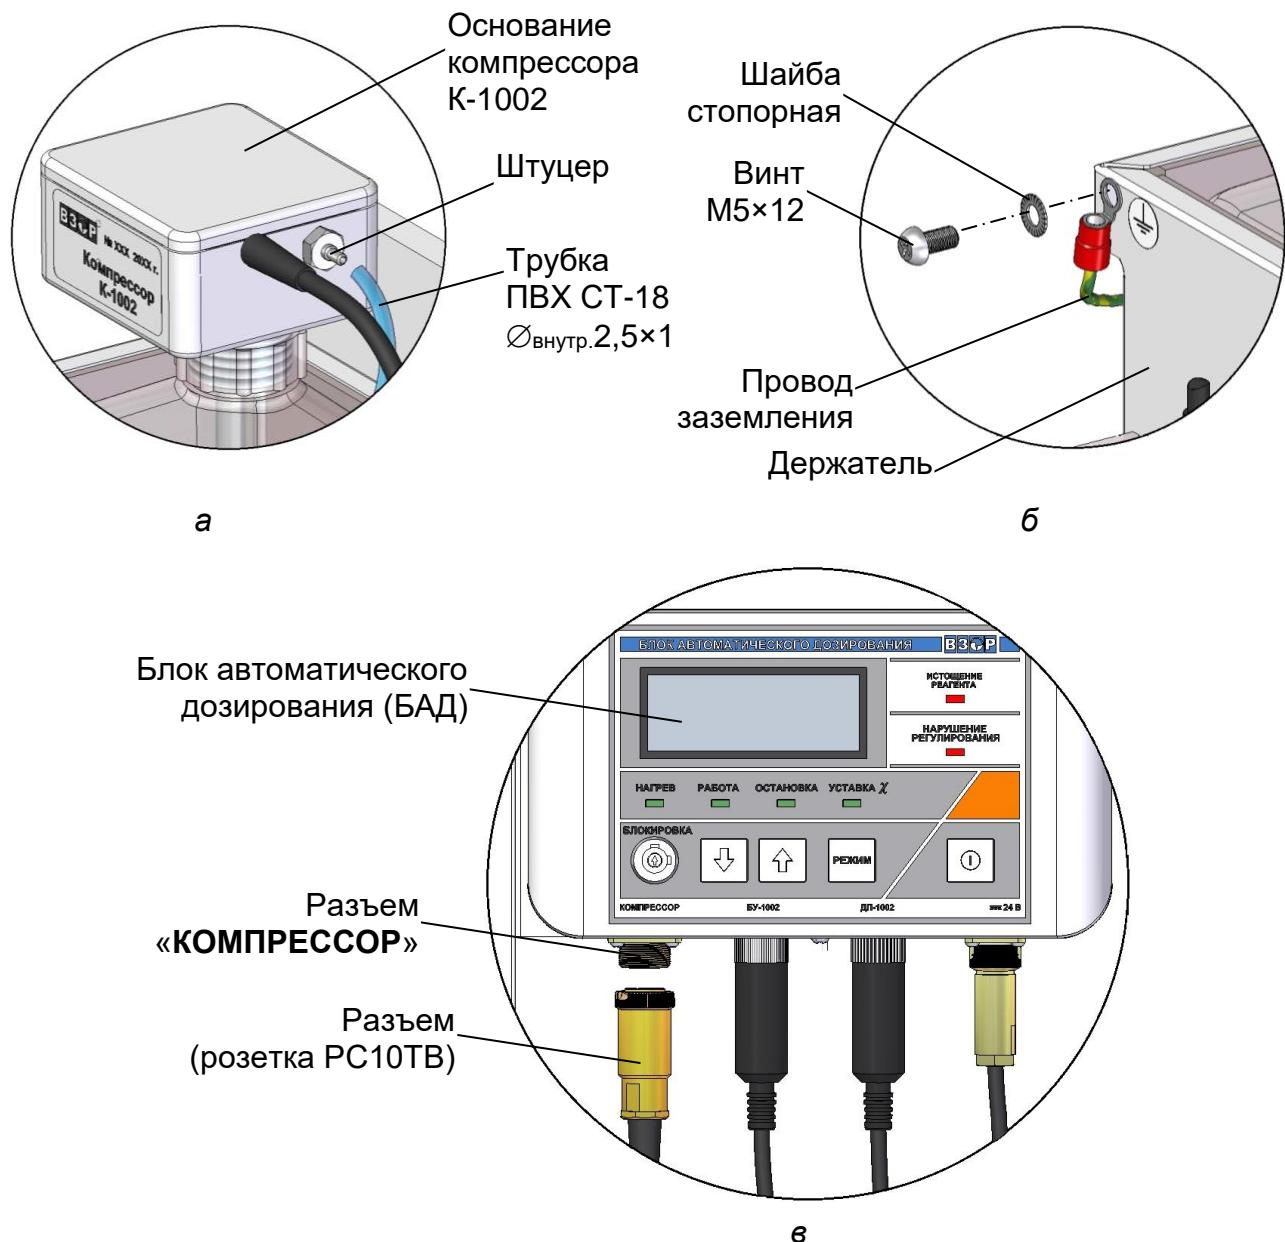

Рисунок 2.13 – Демонтаж компрессора К-1002
- отсоединить трубку ПВХ СТ-18 с внутренним диаметром 2,5 мм от штуцера основания компрессора К-1002 (рисунок 2.13а);
- отсоединить провод заземления компрессора К-1002, открутив винт M5×12 от держателя (рисунок 2.13б);
- отсоединить разъем кабеля (розетку PC10TB) компрессора К-1002 от разъема «КОМПРЕССОР» БАД (рисунок 2.13в);